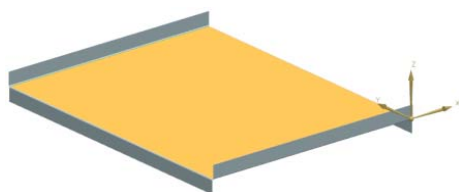

图 11-236 选择草图工作平面
(2) 在“凹坑”对话框中, 单击“绘制截面”按钮 , 打开“创建草图”对话框。在视图区选择如图 11-236 所示的平面为草图工作平面